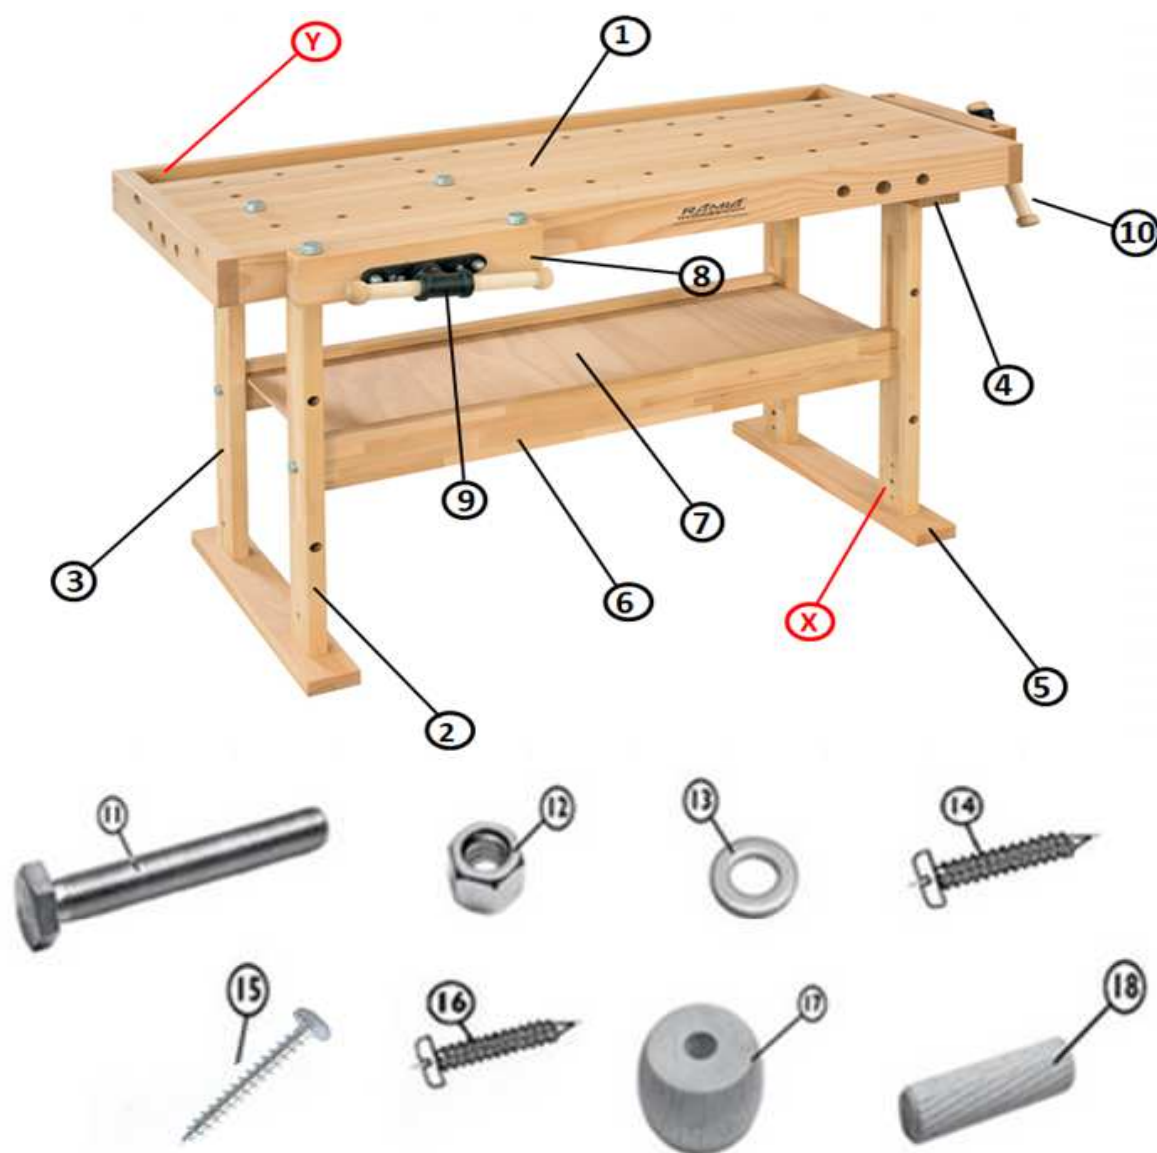

**Fig. 4**
4. Glissez l'étau (9) dans les trous prévus à cet effet dans la joue en bois (8), puis glissez l'ensemble dans la partie située sur le plateau (1). Fixez l'étau (9) sur le plateau (1) grâce au 4 vis 6x30mm (14). Poussez la poignée (10), au travers de l'étau (9) et insérez les tourillons (18) dans les ronds d'arrêt (17) puis dans la poignée (10) comme montré en Fig.4. Répétez l'opération pour l'autre presse.